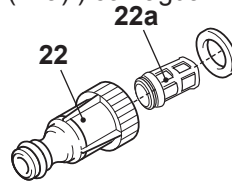

Fig. 24
1. Desenrosque y retire el adaptador de la manguera de entrada de agua (22) de la entrada de agua (6).
2. Desmonte el adaptador de la manguera de entrada de agua (22) (Fig. 24).